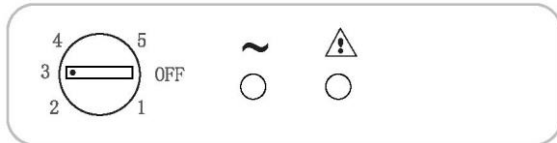

Fig. 1
- Temperaturjusteringen af begge rum udføres ved at dreje termostatknappen (fig. 1).